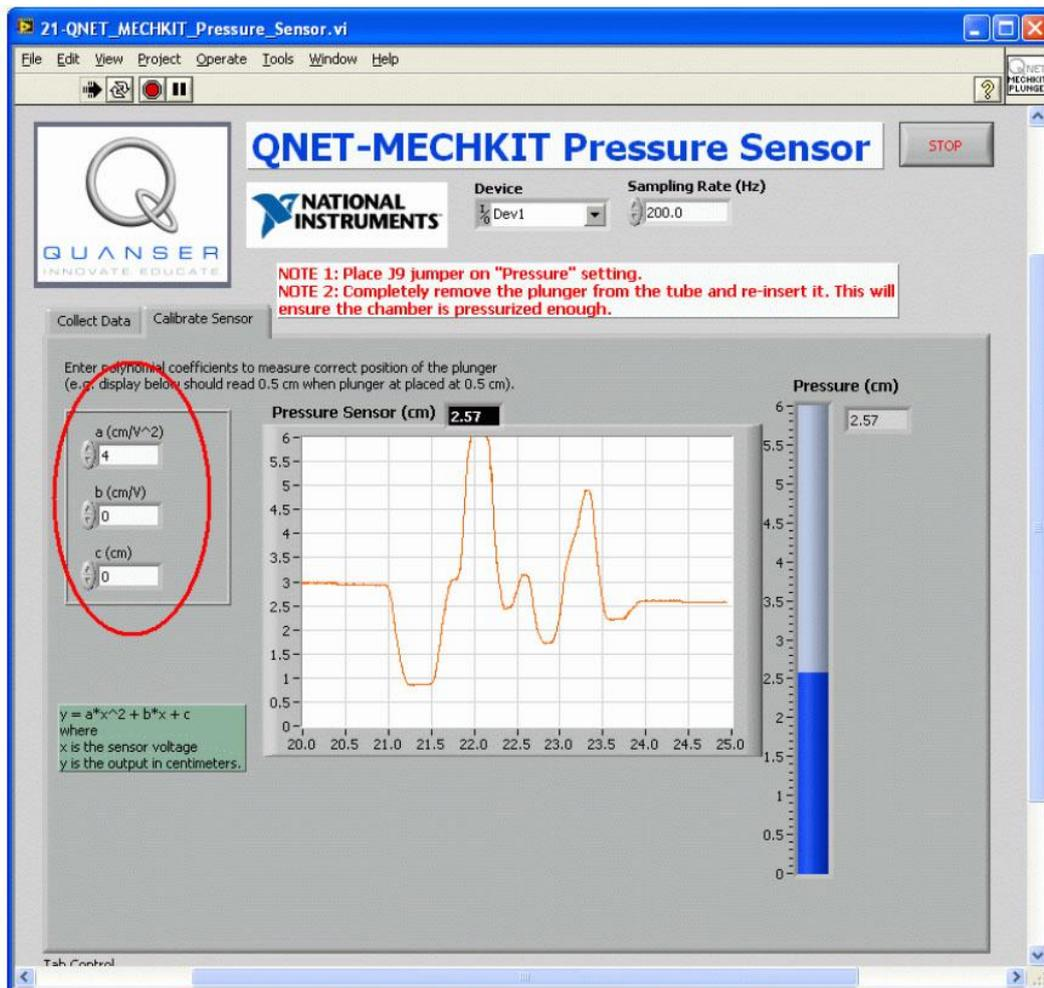

Рис. 33. Калибровка датчика давления
2. Перейдите на закладку *Calibrate Sensor* и введите коэффициенты полинома (рисунок 33), чтобы правильно измерять положение поршня. Убедитесь, что измерения выполняются корректно, например, когда поршень установлен на отметку 0.5 см, на индикатор должно отображаться значение 0.5 см
2. Перейдите на закладку *Calibrate Sensor* и введите коэффициенты полинома (рисунок 33), чтобы правильно измерять расстояние до объекта. Убедитесь, что датчик корректно выполняет измерения, например, когда объект находится на расстоянии 25.0 см, на индикатор должно выводиться значение 25.0 см